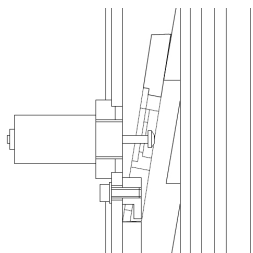

Fig.33 Abb.33
2. Installare i dispositivi di sicurezza che comprendono gli elettromagneti e le leve di sicurezza come da fig. 33.
2. Install safety devices, which including solenoid, self-locking board and hook according to fig.33.
2. Installer les éléments de sécurité, y compris les électroaimants et les taquets de sécurité selon fig. 33.
2. Instalar los dispositivos de seguridad que comprenden los electroimanes y las palancas de seguridad como en la fig. 33.
1. Colocar el armazón y la placa fija según la fig. 32 (ver fig. 33).